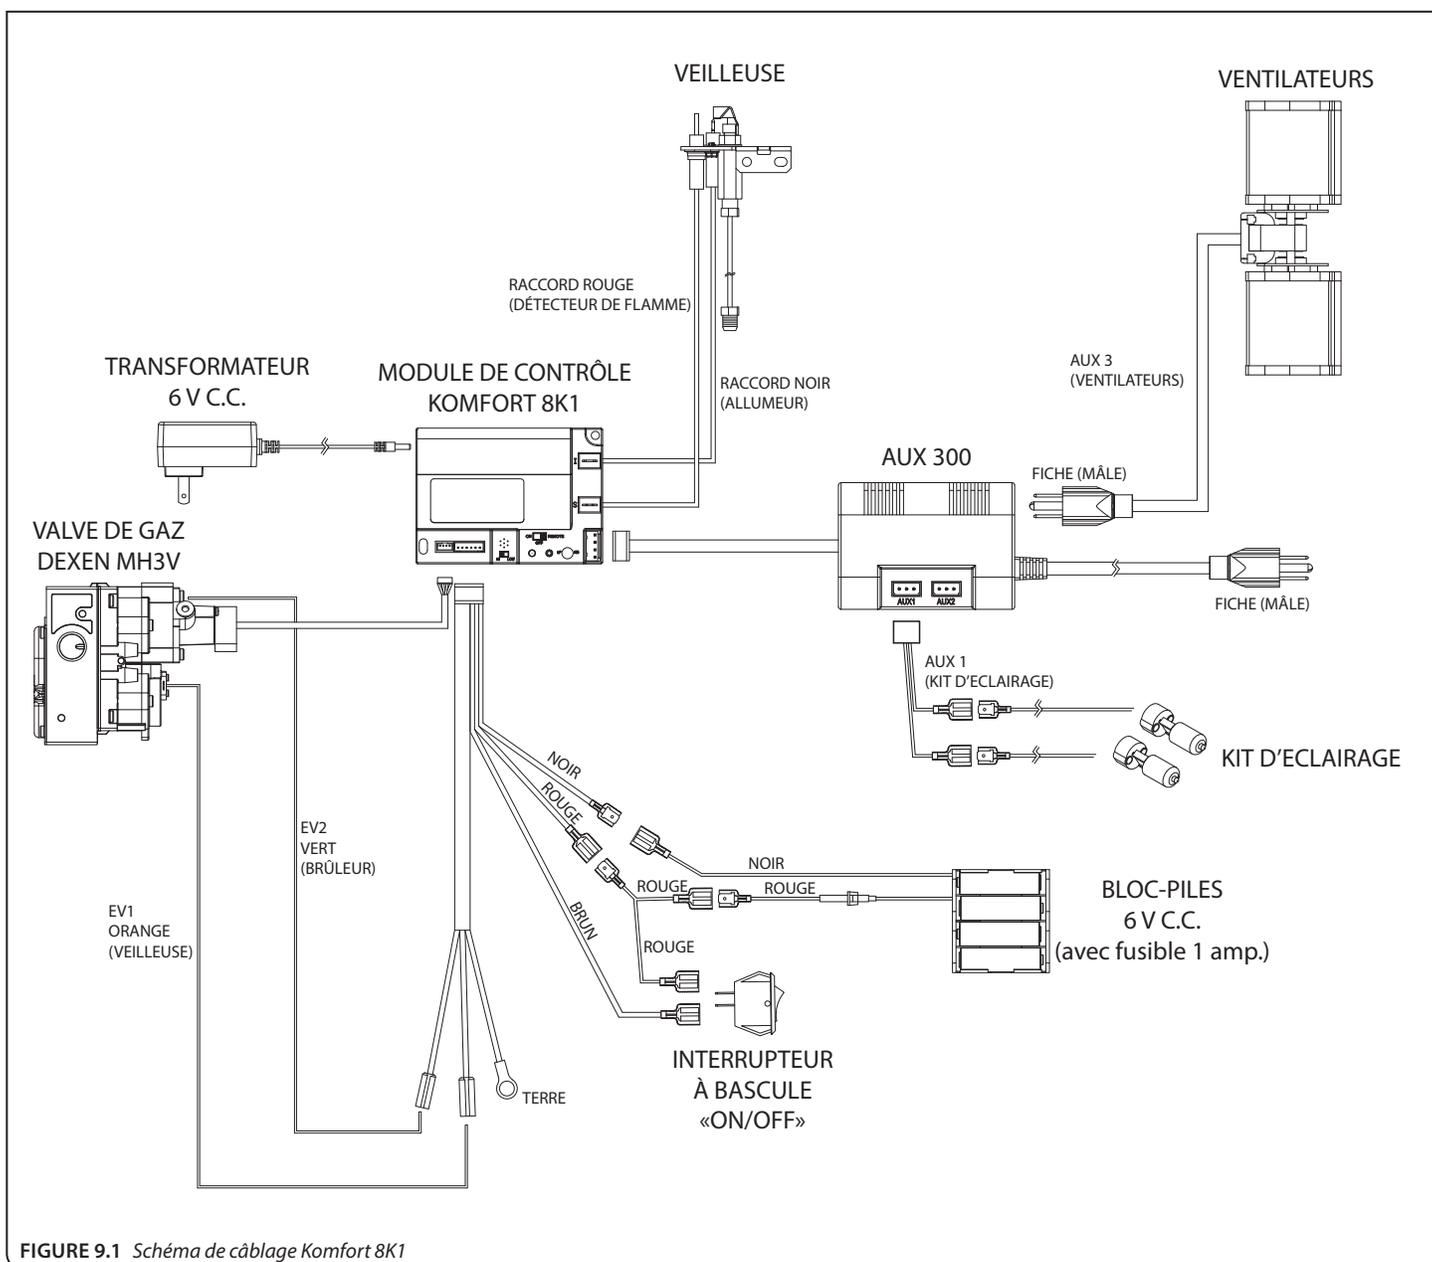

FIGURE 9.1 Schéma de câblage Komfort 8K1
Le schéma de câblage de cet appareil se trouve à la FIGURE 9.1 (voir ci-dessous).
3. Installez (3) piles AAA (incluses dans le paquet de pièces) dans le logement à piles de la télécommande.
5. Connectez le ventilateur au module de contrôle AUX 300 (FIGURE 9.1, page 47).